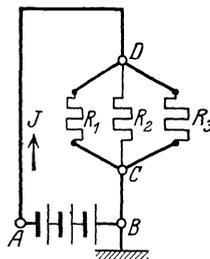

Abb. 15. Schaltung zu Aufgabe 74.
74. Gegeben sind 3 [5] hintereinandergeschaltete Elemente von je 1,1 [1,8] V EMK und einem inneren Widerstand von je 1,2 [0,24] Ω . Die Widerstände des äußeren Stromkreises sind: $R_1 = 2$ [3] Ω ; $R_2 = 3$ [4] Ω ; $R_3 = 4$ [5] Ω $R_{\overline{AD}} = 5$ [7] Ω und $R_{\overline{BC}} = 1$ [2] Ω . Der Punkt B ist, wie aus der Abb. 15 ersichtlich ist, geerdet, d. h. die Spannung in Punkt B ist Null.